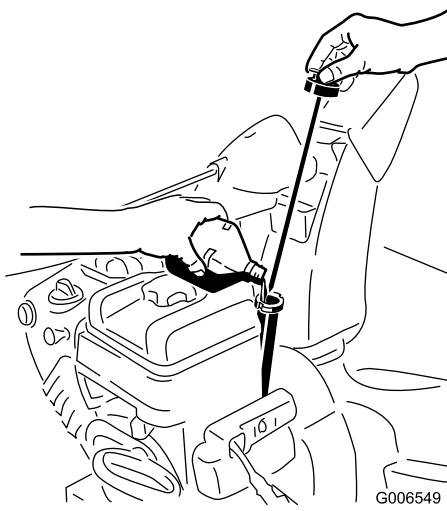

Figura 32
2. Rimuovete l'asta e controllate il livello dell'olio (Figura 32). Se l'olio non raggiunge la tacca Add, occorre rabboccare. Fate riferimento a Rabbocco dell'olio motore.